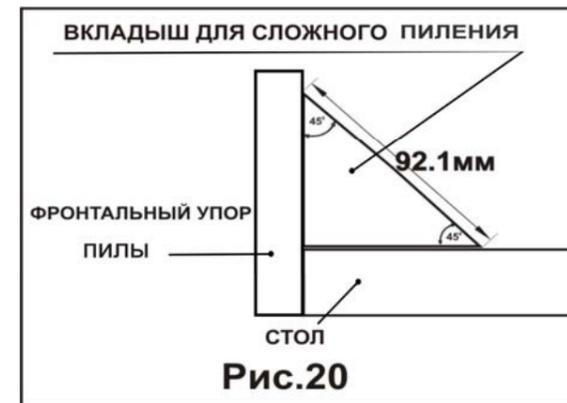

Рис.20
12.6.1. На Рис. 20 показана оснастка - вкладыш, который несложно сконструировать для применения при пиление сложных соединений. Сложные соединения в большинстве случаев применяются при изготовлении картинных рам, создающих теневой контур и подобных изделий. Лицевая сторона вкладыша показана под углом 45° к столу и фронтальному упору. Если необходим другой угол, измените угол лицевой стороны вкладыша на необходимую величину.
12.6.2. Хотя на Рис. 20 показан вкладыш с шириной лицевой поверхности 92,1 мм, этот размер может меняться по необходимости.